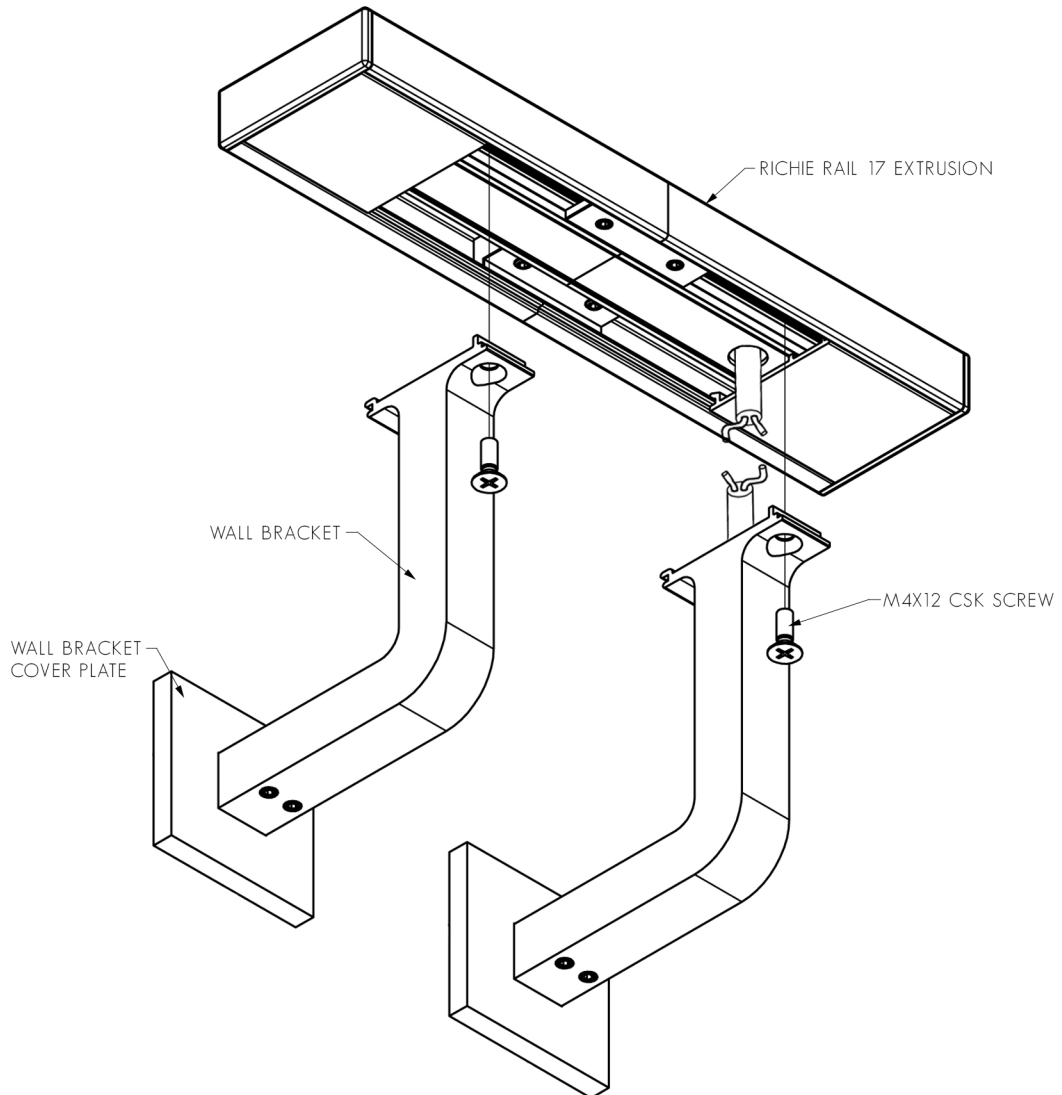

FIG. 7 - ENSURE WALL BRACKETS ARE SECURED TIGHTLY
2. AFFIX RICHE RAIL 17 EXTRUSION TO WALL BRACKETS USING M4X12 CSK SCREWS PROVIDED. ENSURE THEY ARE TIGHT. SEE FIG. 7.